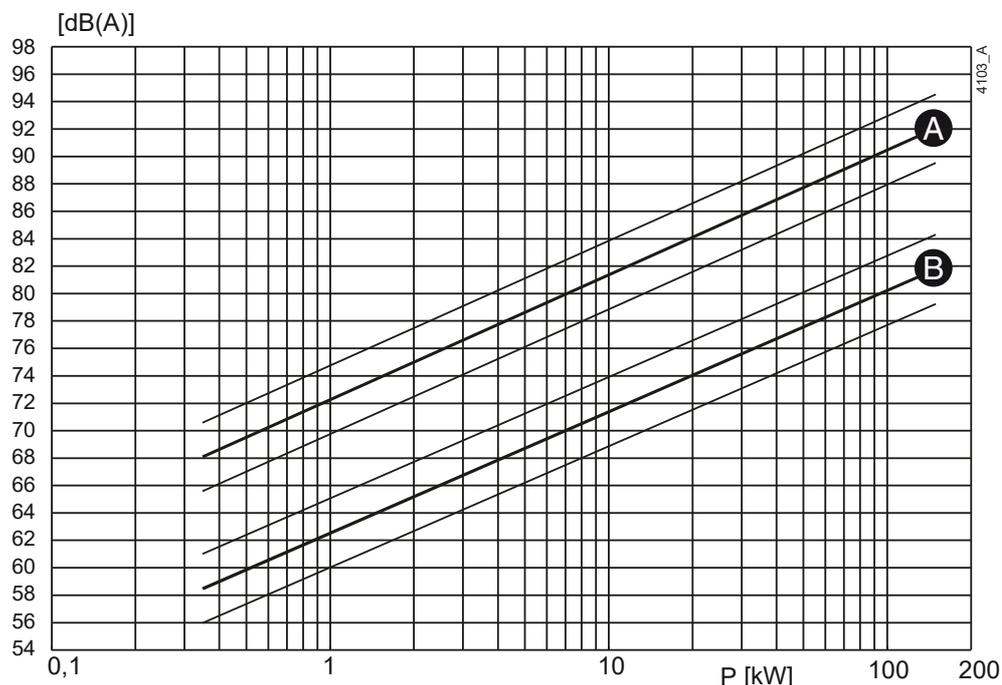
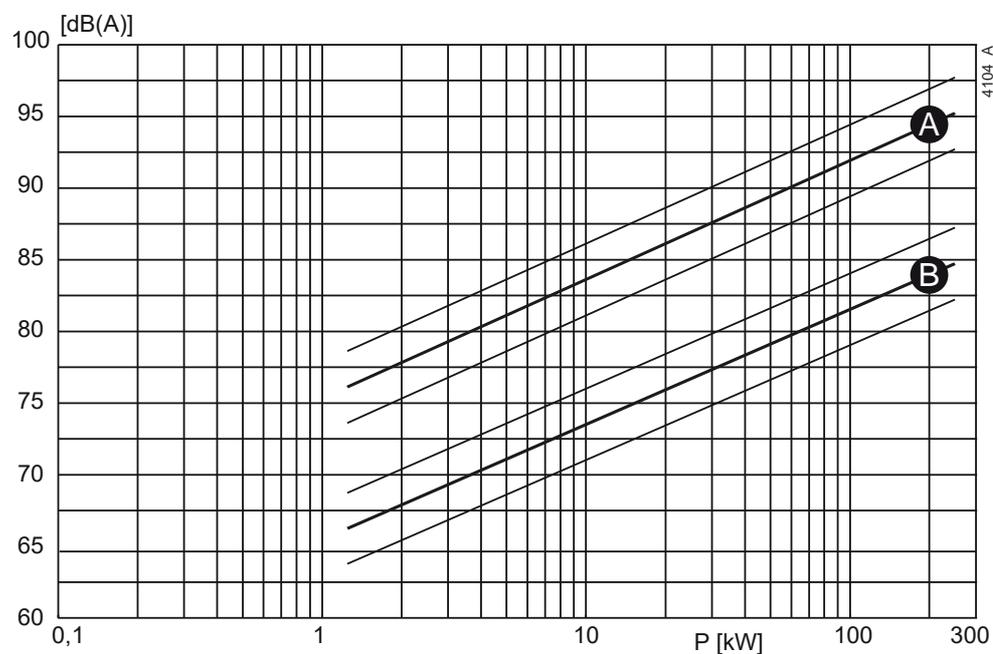

Рисунок 40: Зависимость уровня шума от мощности насоса [кВт] при 1450 об/мин.
Рисунок 41: Зависимость уровня шума от мощности насоса [кВт] при 2900 об/мин.
- 1 Определите уровень шума ($L1$) насоса, см. Рисунок 40 или Рисунок 41.